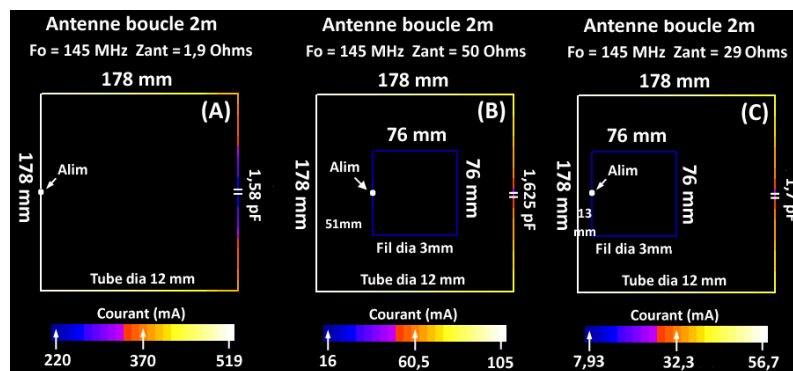
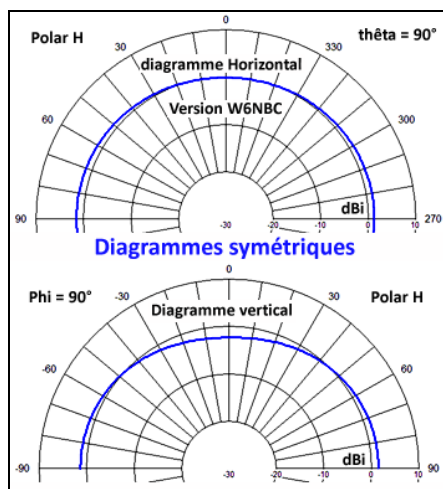

Figure 3 : Courants pour trois configurations de la même boucle
Figure 4 : Diagrammes et gain de la boucle de W6NBC en espace libre
Nous avons sur la figure 3 trois configurations de la même boucle rayonnante, avec et sans boucle de couplage.
Voyons maintenant sur la figure 4 les diagrammes de rayonnement et le gain en espace libre pour la configuration (B) de la fig. 3.
S'il fallait trouver un point faible à la réalisation de W6NBC, il résiderait dans sa manière de fabriquer la capacité de couplage sous la forme d'un piston. Comme nous l'avons vu (cf. Fig. 3), l'accord se fait à quelques fractions de picoFarads. Avec pour le réglage une fente et une vis, c'est très délicat. Par ailleurs sa disposition H la rend très sensible à la pluie qui peut se nicher dans la cloche. Une solution consisterait à la protéger à l'aide d'un manchon thermo-rétractable, mais la résonance ne serait plus réglable.